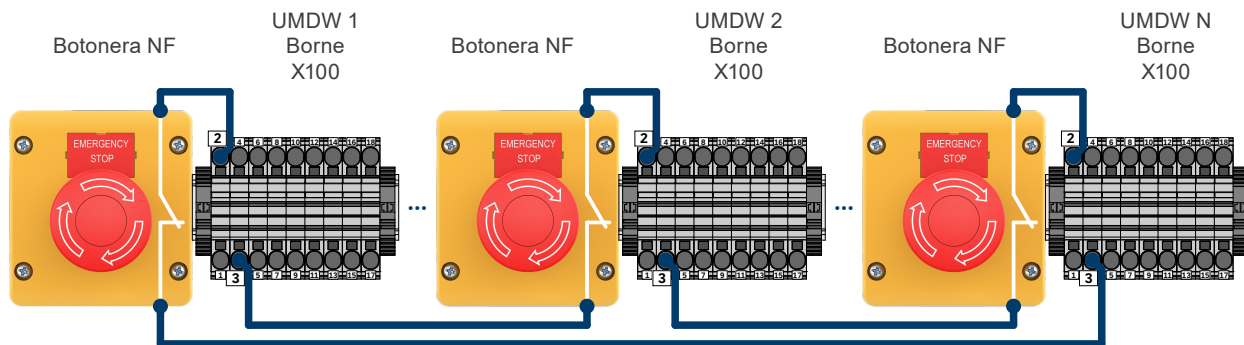

Figura 5.12: Conexión botón de emergencia en sistema en paralelo
En sistemas con racks en paralelismo, la conexión del botón de emergencia normalmente cerrado (NF) debe ser hecha en el borne X100, pines 2 y 3 de cada rack. Para esto, es necesario remover el jumper entre los pines 2 y 3 de todos los racks y conectar el botón NF en paralelo a todos esos puntos, garantizando que el señal de emergencia sea correctamente interpretado por todos los racks del sistema. La ligación debe seguir las mismas orientaciones descritas para botoneras individuales y está ilustrada en la Figura 5.12 en la pagina 5-10.
La conexión del bypass de mantenimiento externo es realizada en el borne X100, pines 4 y 5. Para la instalación de este recurso, deben conectarse los terminales del dispositivo de *bypass* conforme ilustrado en la Figura 5.12 en la pagina 5-10.